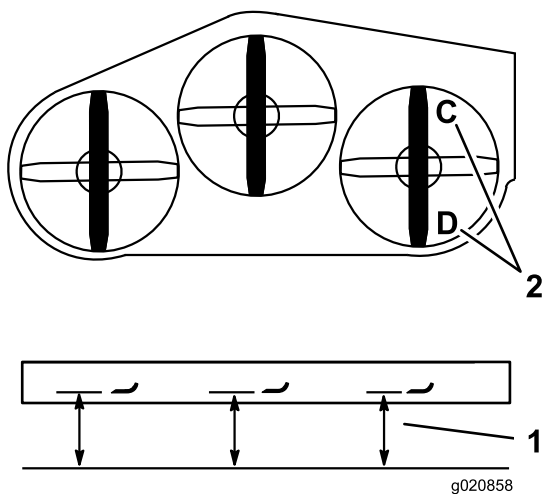

Figura 84
1. Posicionar a lâmina direita da parte dianteira para a traseira (Figura 84).
2. Meça a lâmina direita no local **C**, numa superfície nivelada à extremidade de corte da ponta da lâmina e registre esta medição (Figura 84).
3. Meça a lâmina direita no local **D**, numa superfície nivelada à extremidade de corte da ponta da lâmina e registre esta medição (Figura 84).
4. A lâmina do cortador deve estar 6 a 10 mm mais baixa na posição **C** do que na posição **D** (Figura 84). Caso isto não esteja correto, proceda da seguinte forma.